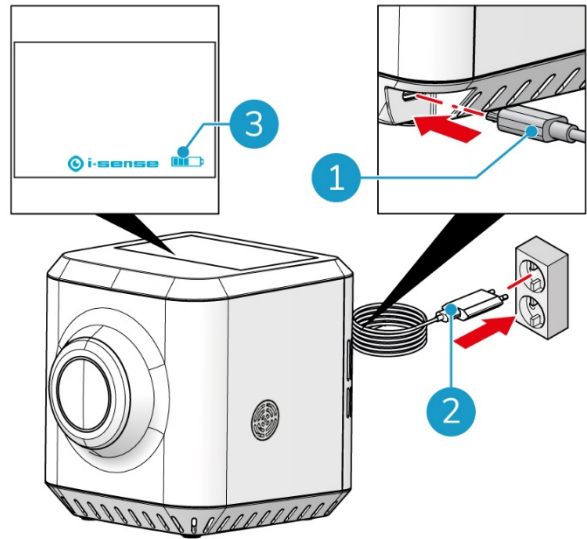

Figura 6
1. Conecta el cable USB al puerto USB (Figura 6, pos. 1).
2. Conecta el cargador a un enchufe de pared (Figura 6, pos. 2).
3. La pantalla mostrará batería cargando o USB (Figura 6, pos. 3).